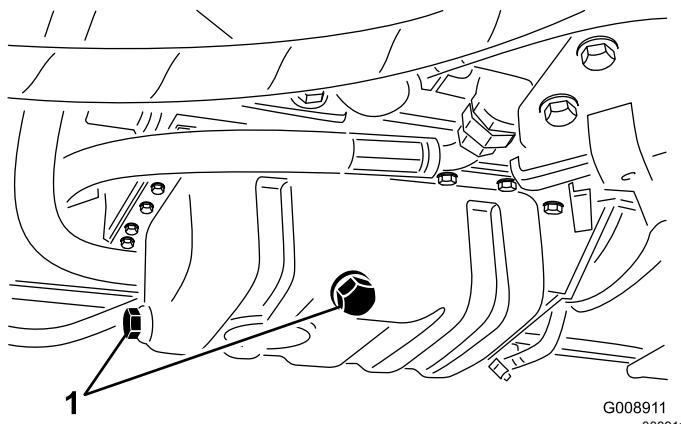

图 74
3. 拆下任一排油塞 (图 74) 让油流入放油盘当油停止流动时安装排油塞。